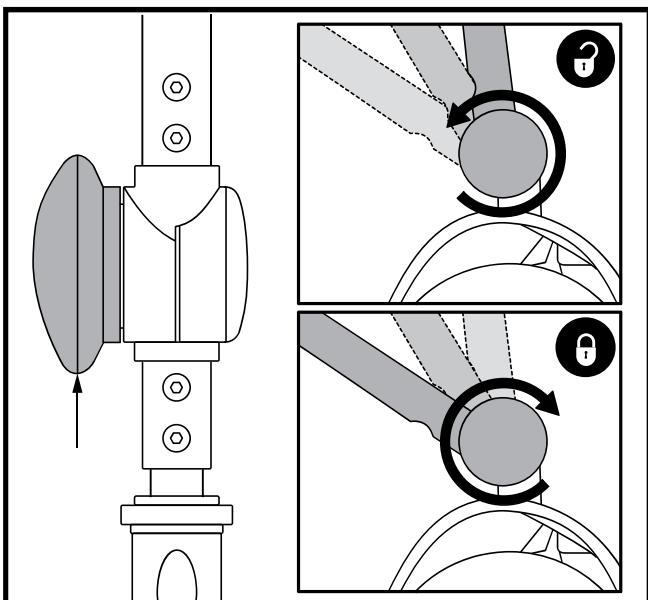

Figura 24. Regolazione manubrio
INCLINAZIONE DEL MANUBRIO (Vedere figura 24)
1. Dopo aver tolto sella e pacco batteria (vedere la procedura di smontaggio alla pagina precedente), abbassare il manubrio e stringere la manopola di regolazione del manubrio. Vedere figura 24.